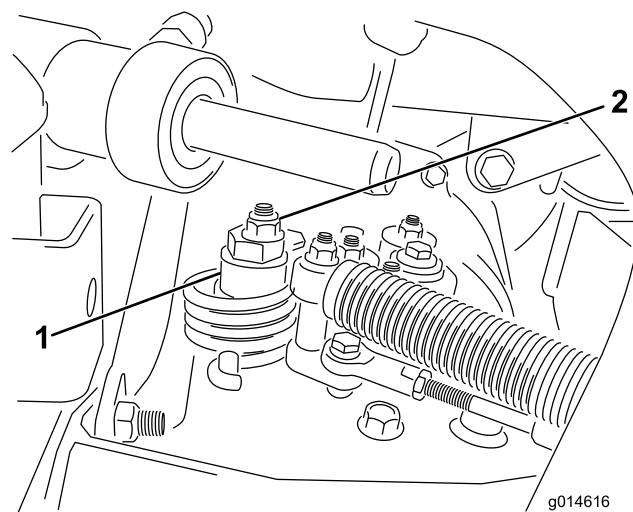

図 33
- 偏芯ナットをハイドロスタット上部に止めているナットをゆるめる 図 33。
- どちらにも車輪が回らないように偏芯ナットを回して調整する。調整ができれば固定ナットを締める 図 33。スロットル低速 および高速位置で調整が正しいことを確認する。